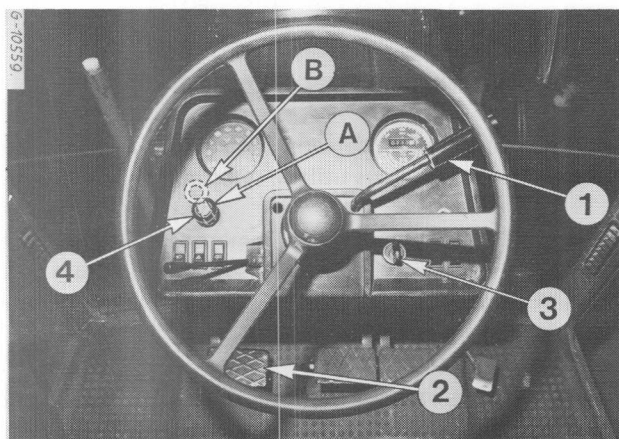

Figure 23
- 1 - Placez l'accélérateur à main (1, Fig. 23) en position de régime maxi à vide.
- 2 - Appuyez sur la pédale d'embrayage (2).
Pour démarrer par temps froid, 0 °C et moins, tournez le contacteur d'allumage et d'éclairage (3) Fig. 23 en position (2, Fig. 8) et maintenez-le ainsi de 30 à 60 secondes selon la température ambiante.
- 3 - Tirez complètement la commande d'arrêt (4, Fig. 23) pour arrêter le moteur.
- 4 - Tournez la clé de contact pour l'amener en position (0).
- 5 - Poussez la commande (4) en position (A).